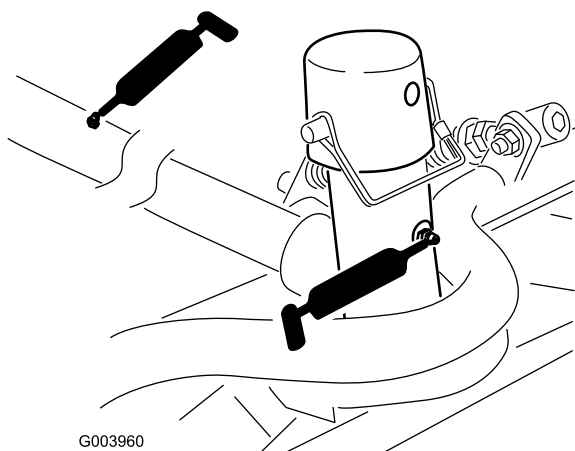

図 66
- キャリアフレームとピボット各カッティングユニットで2ヶ所 図 66